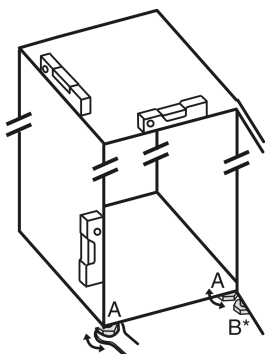

Fig. 26
- ▶ Відкручуйте ніжки Fig. 26 (A) наявним у комплекті гайковим ключем із відкритим зівом і за допомогою рівня, доки пристрій не стоятиме рівно на поверхні та його не буде вирівняно.
- ▶ Відкручуйте регульовану ніжку Fig. 26 (B) на опорному кронштейні наявним у комплекті гайковим ключем із відкритим зівом, доки вона не прилягатиме до підлоги.
- ▶ Поверніть регульовану ніжку Fig. 26 (B) ще на 90°.